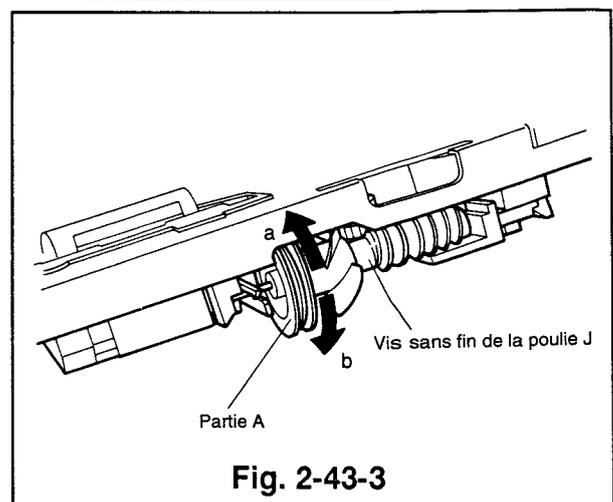

Fig. 2-43-3
- * Tourner la partie A de la vis sans fin de la poulie J à la main, dans le sens indiqué par la flèche (voir aussi la Fig. 2-43-3). Soulever les assemblages des guides de bande d'alimentation et de réception pour les enlever.
- * Tourner la partie A de la vis sans fin de la poulie J à la main, dans le sens indiqué par la flèche b, comme illustré dans la Fig. 2-43-3.